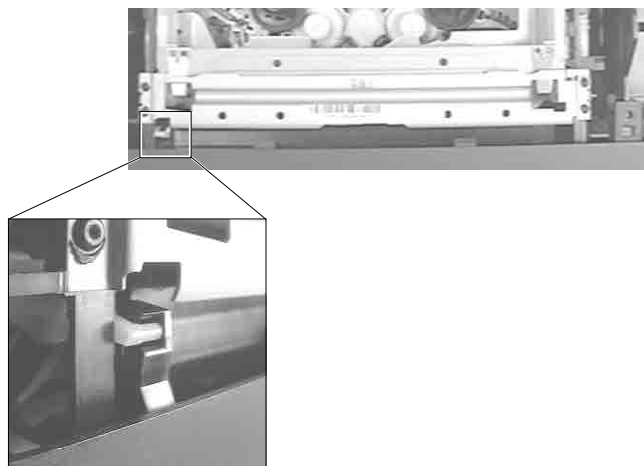

Fig. 4
- Hinweis zum Zusammenbau: Beim Aufstecken der Frontblende von vorne auf das Gerät ist die Cassettenklappe so nach innen zu drücken, daß der Hebel in die Führung (Fig. 4) der Cassettenklappe eintaucht.
- Note: When attaching the front panel from the front to the video recorder press the cassette lid inwards so that the lever engages with the guide (Fig.4) of the cassette lid.